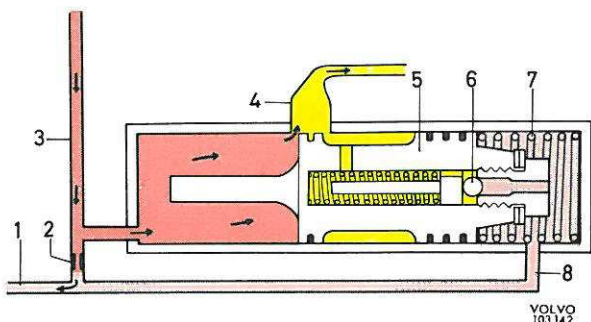

Figure 49. Soupape de réglage, position normale
Lorsque la pompe se met en marche, la soupape (5, figure 49) est repoussée vers la gauche par le ressort (7). L'huile livrée par la pompe traverse le canal de refoulement (3), par l'intermédiaire de la soupape d'étranglement (2) pour passer dans le conduit de refoulement (1), ensuite vers le boîtier de direction.
C'est la soupape d'étranglement (2) qui fait que la pression à gauche du piston de la soupape de réglage devient plus élevée que dans le conduit et dans l'espace à droite du piston. Lorsque la pression du ressort est dépassée, le piston est donc repoussé vers la droite. Lorsque le régime de rotation devient suffisamment élevé par rapport à la contrepression, le piston a été repoussé jusqu'au point que l'excédent d'huile arrive à retourner au côté aspiration de la pompe, voir figure 49. Du fait que la pompe doit livrer une quantité d'huile inférieure à sa capacité maxi, ce réglage de la soupape peut être considéré comme normal.